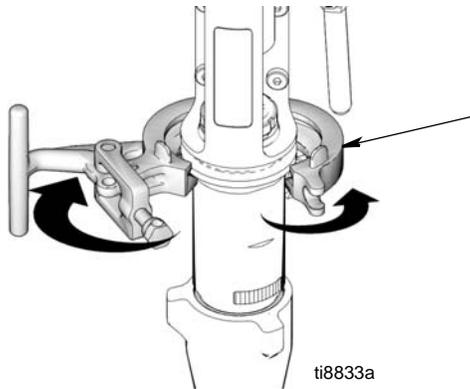

FIG. 18
8. (Fig. 18) Abra a braçadeira (247).